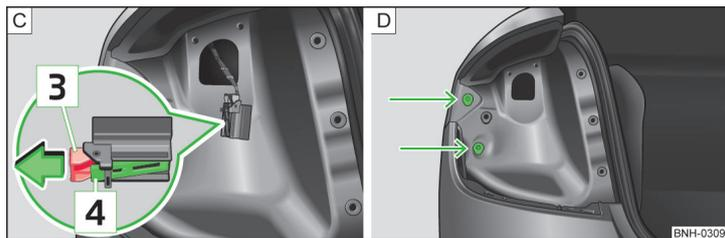

Fig. 157 Connettore a spina delle luci / Montaggio delle luci
- Tirare il meccanismo di bloccaggio **3** » fig. 157 - C sulla spina nella direzione indicata dalla freccia.
- Premere l'innesto **4** » fig. 157 ed estrarre la spina.
- Inserire le luci negli alloggiamenti della carrozzeria » fig. 157-D.